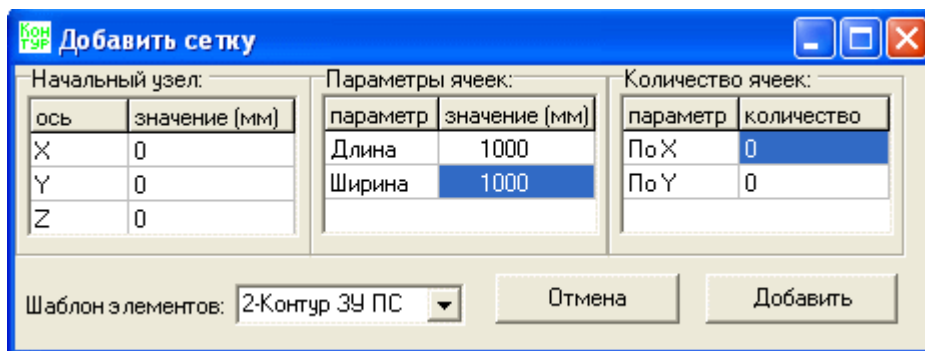

Рис. 3-12. Окно «Добавить сетку».
- **Вставить сетку.** Этот пункт меню вызывает диалоговое окно добавления сетки на определенной глубине (высоте) с заданными параметрами (Рис. 3-12). В диалоговом окне задаются начальная (верхняя левая) точка, от которой строиться вся сетка. Следует обратить внимание на то, что вся сетка будет находится на глубине (высоте) с координатой «Z». Далее задаются размеры ячеек сетки по длине (координата X) и ширине (координата Y), а также количество ячеек по координатам X и Y. Далее следует выбрать шаблон элементов, из которых будет состоять сетка и нажать кнопку «Добавить».